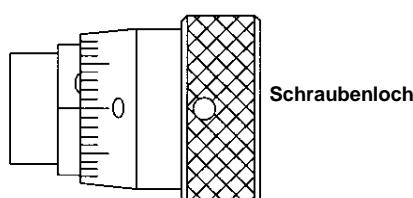

Abbildung 5-8 Die Anzeige steht auf "0"
3. Vergewissern Sie sich, dass die Mikrometerschraube auf 0 steht. (Siehe Abb. 5-8).